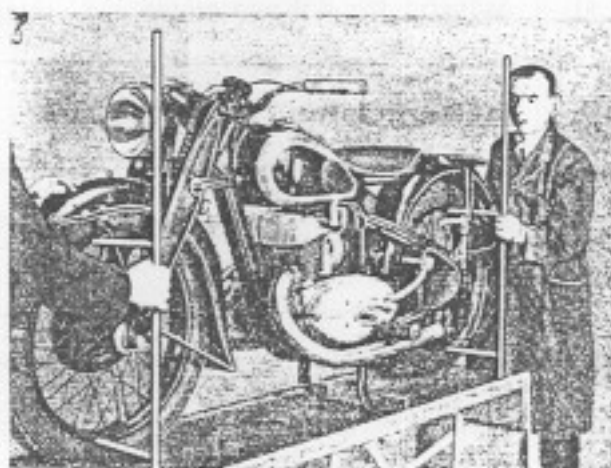

Bild 200. Anwendung der Prüfvorrichtung
4. Nach Skizze 199 selbstgefertigte Vorrichtungen (2 Stück) so am oberen und unteren Felgenreand des Vorder- und Hinterrades anlegen, wie Bild 200 zeigt.